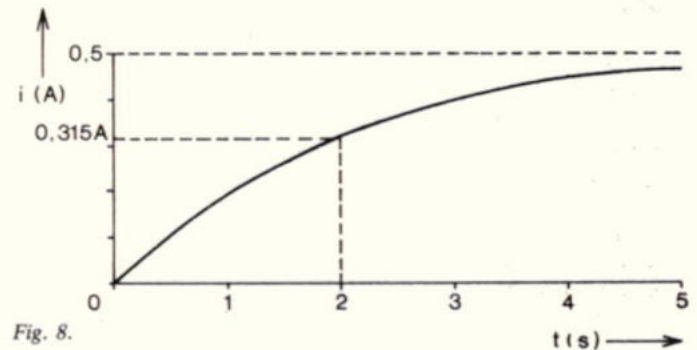

Fig. 8.
d. Met behulp van de onder a en c gevonden waarden kan nu het verloop van de stroom worden geschetst (fig. 8).